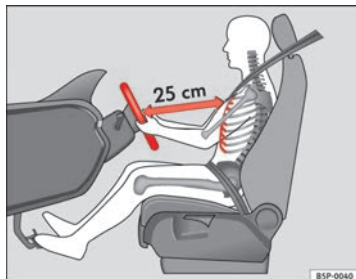
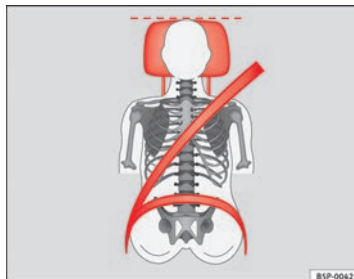

Fig. 28 Distance correcte entre le conducteur et le volant.
Fig. 29 Sangle bien ajustée et appui-tête correctement réglé.
- Réglez le siège de sorte que le volant soit à une distance d'au moins 25 cm de votre cage thoracique ⇒ fig. 28 et de sorte à pouvoir saisir des deux mains et avec les bras légèrement fléchis le volant latéralement par la partie extérieure.
- Réglez le siège du conducteur dans la longueur de manière à pouvoir actionner à fond les pédales avec les jambes légèrement fléchies, tout en maintenant les genoux à au moins 10 cm de la planche de bord ⇒ fig. 28.
- Réglez l'appui-tête de manière à ce que son bord supérieur soit, dans la mesure du possible, à la même hauteur que la partie supérieure de votre tête, et au moins à la hauteur de vos yeux. Gardez la nuque le plus près possible de l'appui-tête ⇒ fig. 28 et ⇒ fig. 29.
Réglez la distance correcte entre le conducteur et le volant ⇒ fig. 28 à l'aide des commandes situées sur le siège du conducteur ⇒ page 52.